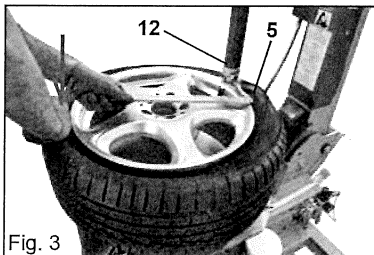

Fig. 3
- Avec le levier (5) positionné entre le talon et la partie avant de la tête (12), porter le talon du pneu au-dessus de la tête même (fig. 3).